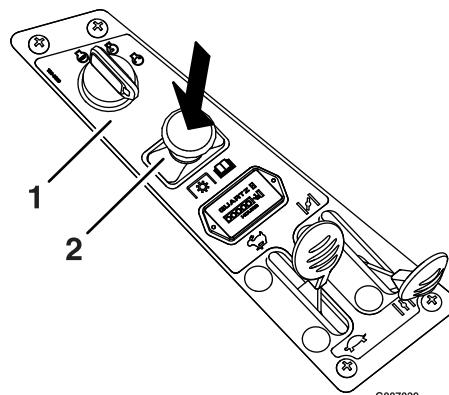

Figure 13
Réglez la manette d'accélérateur à mi-course. Poussez la commande des lames en position Désengagée pour désengager les lames (Figure 13).
2. Désengagez les lames en plaçant la commande des lames en position Désengagée (Figure 13).